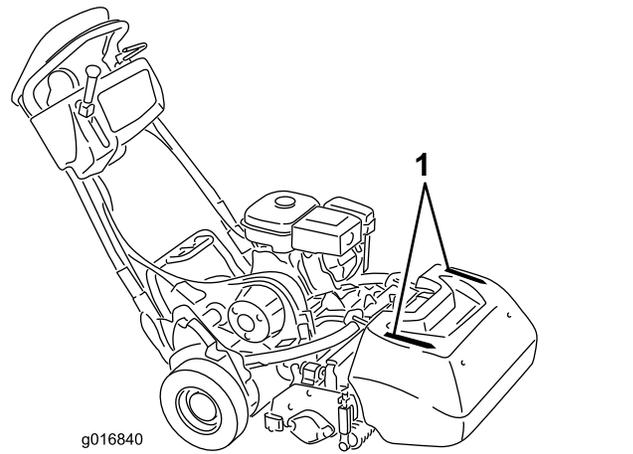

图 31
- 为帮助剪草机保持在果岭上的直线操作且和上一道剪草边缘的距离保持均衡应使用集草斗上的对准条图 31。